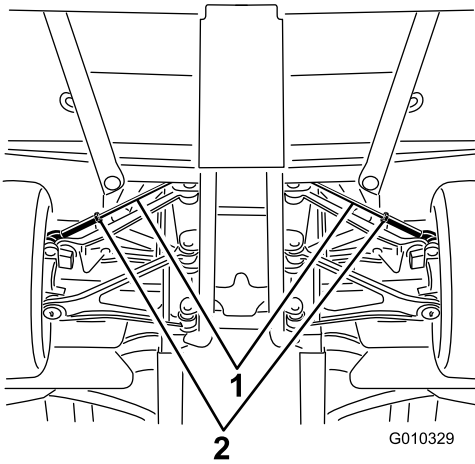

Bild 49
- A. Lösen Sie die Klemmmutter in der Mitte der Spurstange (Bild 49).